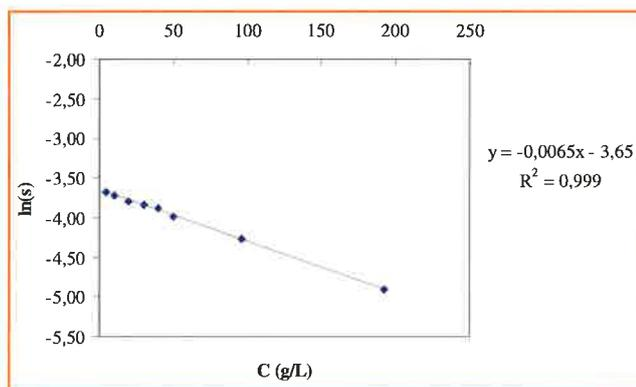

Figure 2 - Solubilité de l'acide benzoïque dans l'eau à 23 °C en fonction de la concentration en NaCl.
Les résultats expérimentaux (tableau I) montrent qu'à température donnée, la solubilité diminue quand la concentration en sel (C) augmente. On observe une relation linéaire entre  $\ln(s)$  et C (figure 2).